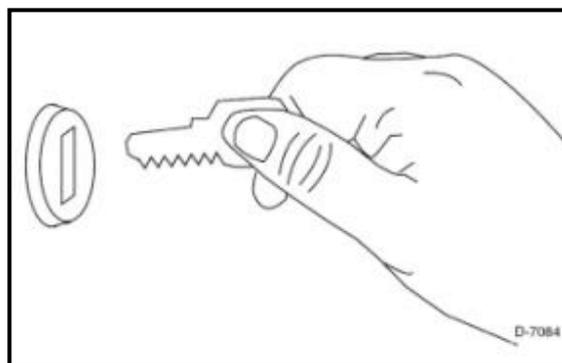

Fig. 21 Poner el tractor fuera de servicio y quitar la llave de contacto
- Ponga el tractor inmediatamente fuera de servicio (Fig. 21) y extraiga la llave de contacto.